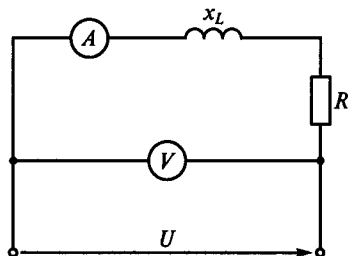

Рис. 69
**3.7.Р.** Каковы сопротивление  $R$  и активная мощность  $P$  в цепи, показанной на рис. 69, если  $x_L = 30$  Ом, амперметр показывает 4 А, а вольтметр 200 В?